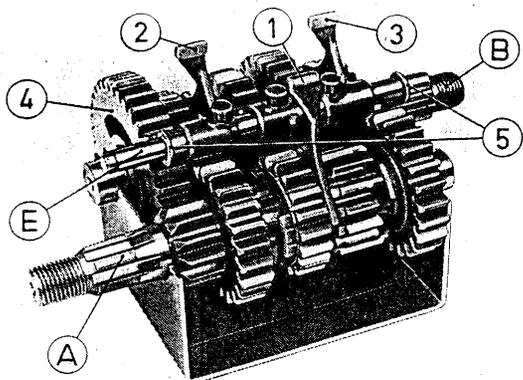
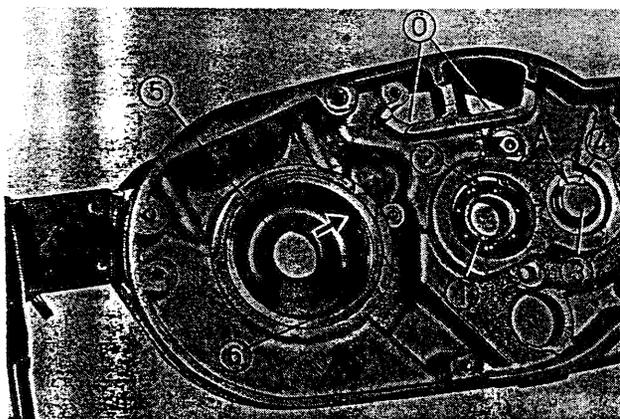

Fig. 250. Train d'engrenages avec fourchettes de changement de vitesses
Fig. 255. Demi-carter gauche - plaque de conduite d'huile et palier d'engrenages
- Poser la plaque de conduite d'huile (5) du palier 6306 sur le circlip (6), en partant de la chambre de vilebrequin. Le petit point enfoncé en un endroit sur le bord extérieur de la plaque de conduite d'huile est dirigé vers l'endroit ouvert du circlip et sert d'arrêt contre le décalage (voir flèches à la fig. 255).
- Installer le palier principal du vilebrequin (3) en se servant d'un mandrin de montage (1). La plaque de conduite d'huile est centrée avec le collet conique du mandrin de montage (2).
- Chauffer la bague de roulement intérieure du palier 6306 se trouvant déjà dans le carter, au moyen du mandrin de chauffage (1).
- S'il arrivait que le vilebrequin s'arrête en glissant, on peut le trainer avec la pièce tubulaire (1) et la partie supérieure du dispositif de serrage d'embrayage (2). Ce tube ne fait pas partie de l'assortiment d'outils spéciaux. Le § 9. contient un croquis qui montre comment on peut se construire soi-même cette pièce tubulaire.
- Poser une plaque (5 à la fig. 250) sur l'alésage du boulon-guide (E à la fig. 250).
- Poser la seconde plaque (5) sur l'extrémité libre du boulon-guide.